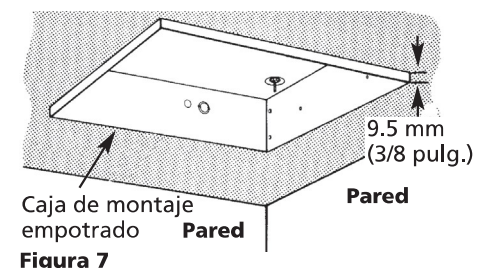

Figura 7
- Coloque la caja de montaje empotrado en la abertura en el cielo raso y alinee las marcas en los lados de la caja de montaje con la parte inferior del cielo raso acabado (Figura 7). Esto situará el borde de la caja de montaje a 9.5 mm (3/8 pulg.) por debajo del cielo raso y permitirá que la placa frontal empotrada descansa plana sobre el cielo raso.